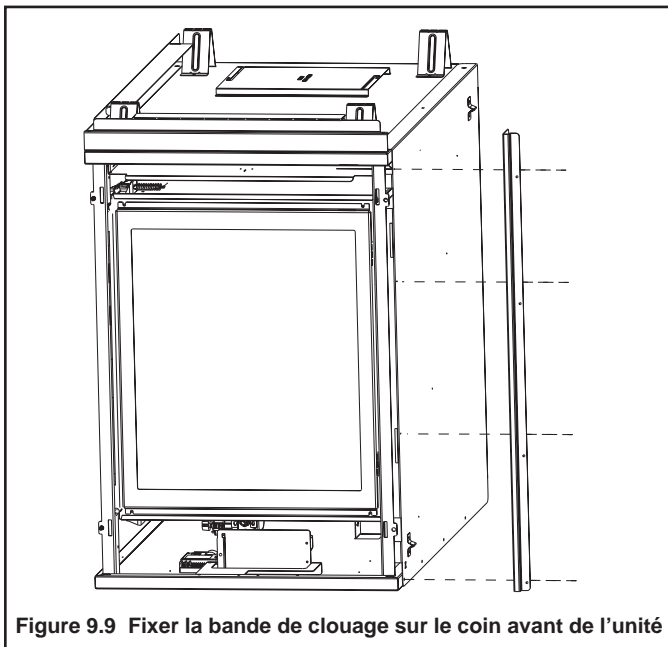

Figure 9.9 Fixer la bande de clouage sur le coin avant de l'unité
Le schéma montre la façon correcte de positionner, mettre de niveau et fixer le foyer (voir la figure 9.9). Les bandes de clouage fournies servent à fixer le foyer aux éléments d'encadrement.
2. Au moment d'installer un foyer LCOR ou RCOR, retirer la bande de clouage située sur le côté de l'unité et la fixer sur le coin avant de l'unité, tel qu'illustré à la figure 9.9 (R-COR).